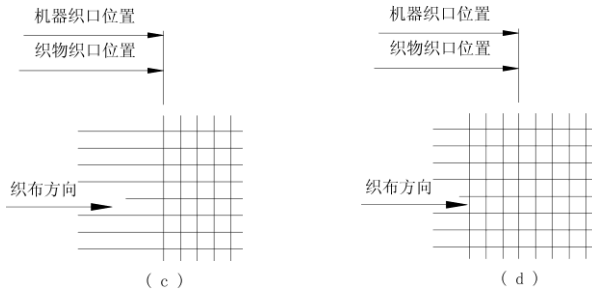

图 7-3: 织口位置
- 当织口位置部分产生密档时，将停机补偿程序的补偿量设为正值（正值时前端无符号）。当织口位置部分产生松档时，将补偿程序的补偿量设置为负值（负值时补偿量前端为一号）。然后逐步增大补偿量，直到织物的织口位置与机器的织口位置重合（如图 7-3 (c)）。此时再启动机器，织物上无停车档（如图 7-3(d)）。